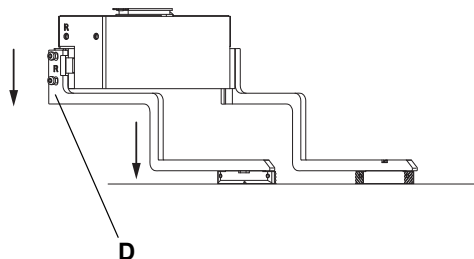

Fig. 5-6 Installazione/rimozione dei becchi della pinza
Fig. 5-8, Fig. 5-6.
- 4 Inserire il cavo del sensore di livello del lavaggio nei rispettivi connettori dell'unità di lavaggio (C) e della vasca per il lavaggio (C, Fig. 5-7, Fig. 5-6).
- 5 Collegare i vari recipienti contenenti il liquido di lavaggio (D) e il recipiente degli scarti (E) ai rispettivi raccordi dell'unità di lavaggio.
- 6 Collegare la porta CAN controllo WRC n. 1 (F) a un connettore CAN libero sulla scheda opzionale dell'apparecchio.